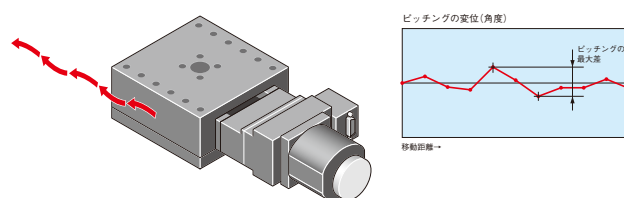

図3-10 ピッチング
3.10 ピッチング[JIS B 6191-1993準拠]【図3-10】